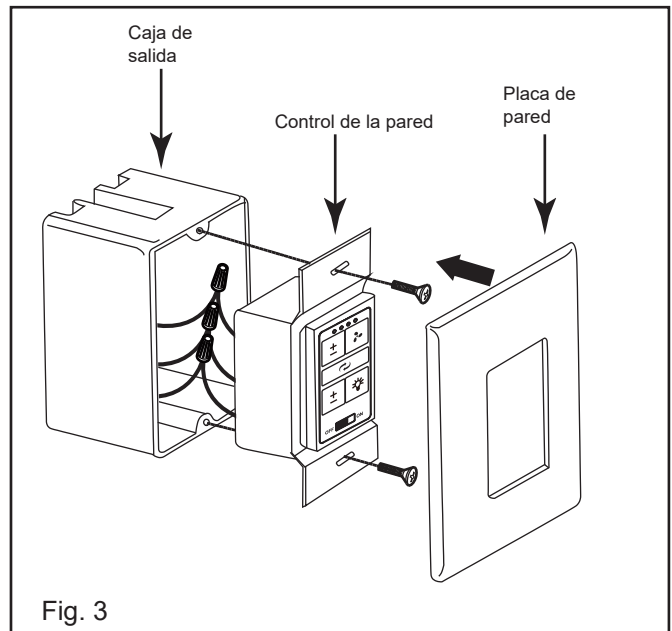

Fig. 3
6. Cuidadosamente meta las conexiones de los cables dentro de la caja de salida. Use los tornillos provistos para asegurar el control de pared a la caja de salida de pared y empuje la placa de pared al control de pared. (Fig. 3)